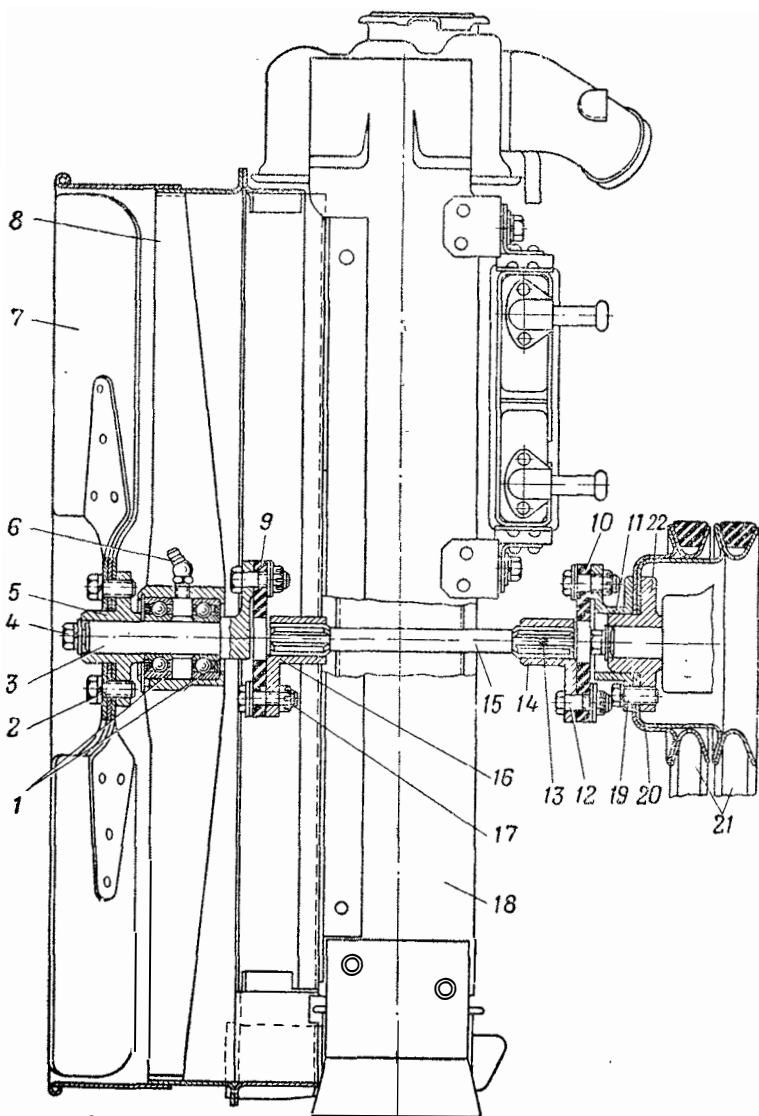

Рис. 36. Установка вентилятора и его привода:
8. Снять водяной радиатор 18 (рис. 36) с промежуточного вала 15 и вынуть из корпуса машины.
1. Установить водяной радиатор 18 (рис. 36) на промежуточный вал 15.
2. Вывернуть болты 2 (рис. 36) крепления вентилятора 7 и снять вентилятор со ступицы 5.
1. Установить муфты 9 и 10 (рис. 36) и вилки 14 и 16 на фланец 11 и фланец вала 3 вентилятора и закрепить болтами 12 и 17 с гайками и плоскими шайбами. Гайки затянуть до отказа и зашплинтовать шплинтами.
4. Расшпильковать и отвернуть гайки болтов 12 (рис. 36) и снять муфту 10 и вилку 14 в сборе с промежуточным валом 15.
3. Установить шкивы 20 (рис. 36) и фланец 11 на ступицу 22 водяного насоса и закрепить болтами 19 с пружинными шайбами.